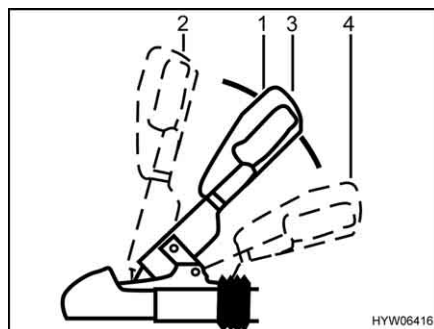

Fig. 5 Gancio di sicurezza WS 3000 D
- Tirare la maniglia del gancio (Fig. 5,1) verso l'alto in posizione "aperto" (Fig. 5,2). Il gancio di sicurezza è aperto.
- Applicare il gancio di sicurezza aperto sulla sfera del traino della motrice e rilasciare la maniglia del gancio. La maniglia ritorna automaticamente nella posizione iniziale (Fig. 5,3).
- Attivare il dispositivo di stabilizzazione. A tal fine, premere la maniglia del gancio dalla posizione chiusa (Fig. 5,3) verso il basso (Fig. 5,4) fino all'arresto.
Per spegnere il dispositivo di stabilizzazione, p. es. in caso di manovra, tirare lentamente verso l'alto la maniglia del gancio (Fig. 5,1) fino alla posizione chiusa (Fig. 5,3).